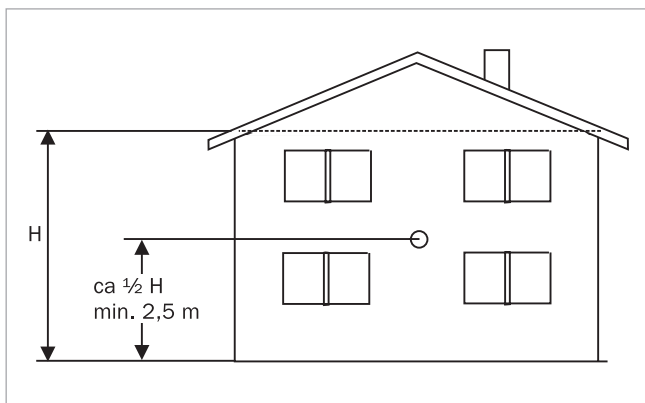

Abb. 49: Position des Außensensors
- Auf halber Höhe der Fassade, mindestens jedoch auf 2,5 m Höhe vorsehen (siehe → Abb. 49).